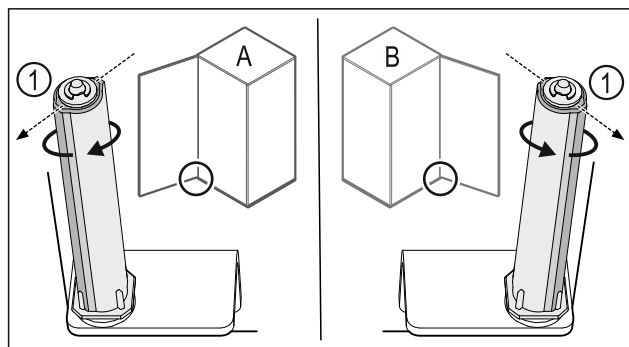

Fig. 32 Левое навешивание (A) / правое навешивание (B)
- ▶ Поворачивайте систему закрытия, преодолевая сопротивление до тех пор, пока ее ребро Fig. 32 (1) не будет направлено наружу.